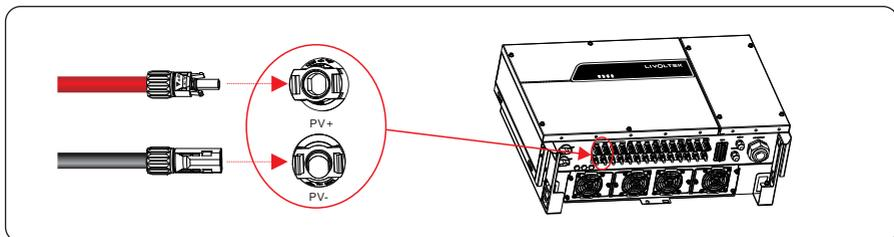

Figura 5.13 Conectando ao inversor
Passo 6 Insira os conectores positivo e negativo em seus terminais correspondentes do inversor até ouvir um "clique", conforme mostrado na Figura 5.13.